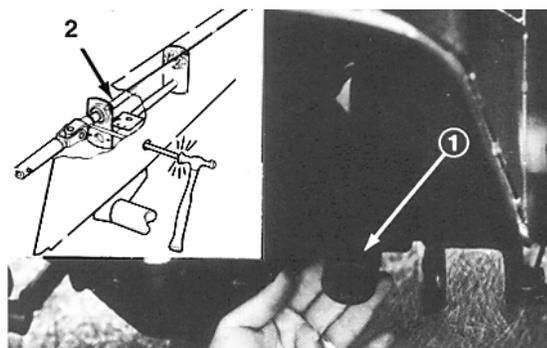

Fig. 11
2. Togliere i 5 dadi della ruota e togliere la ruota dall'asse per sgomberare il foro di accesso nel fianco dell'intelaiatura (Fig. 11).
3. Girare l'albero della presa di forza per allinearne il foro con il foro nell'intelaiatura (Fig. 11).
4. Attraverso il foro nell'intelaiatura, usare cacciachiodi e martello per spingere in fuori il rullo dall'albero della presa di forza e l'albero in uscita (Fig. 11).